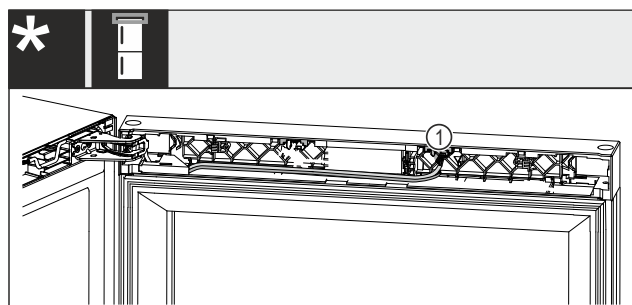

Fig. 19 Combine frigorifice pentru vin
- Extrageți fișa Fig. 19 (1) din locaș.